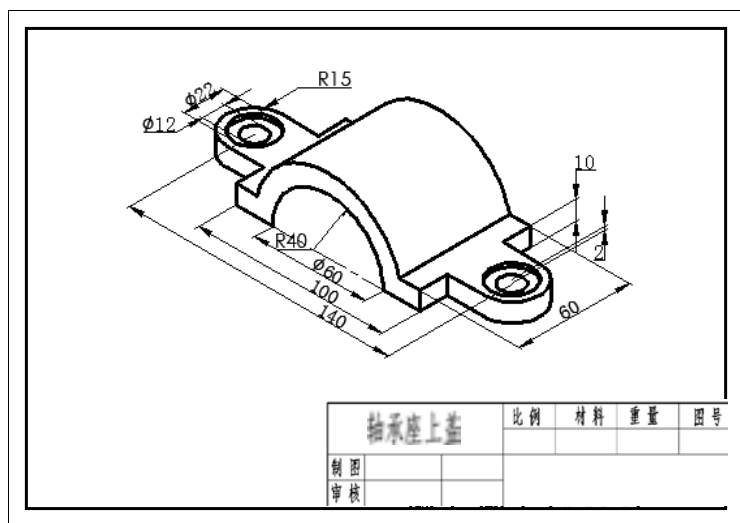

图 12.2.1 轴承座上盖
下面以图 12.2.1 所示的轴承座上盖为例，介绍绘制轴测图的一般操作步骤。
(2) 参照步骤(1)的操作,选取顶轴测面上与 X 轴平行的尺寸 60、 $\phi 22$ 、 $\phi 12$,将倾斜角度值设置为 -30° ;选取左轴测面上与 Z 轴平行的尺寸 10、2 为编辑对象,将倾斜角度值设置为 30。最终结果如图 12.2.1 所示。